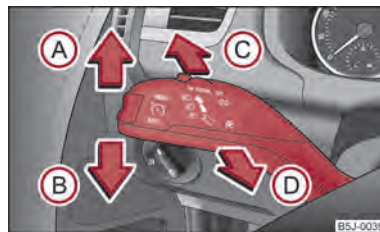

Fig. 25 Leva indicatori di direzione e abbaglianti
- Premere la leva di comando verso l'alto (A) o verso il basso (B) ⇒ fig. 25.